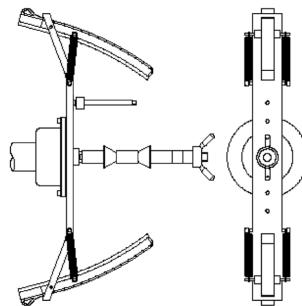

Abbildung F4.3 Platzieren Sie den Auswuchtklotz zur Kalibrierung auf der Innenseite der Klemmen (Stufe Cal3)
- 10) Die Maschine zeigt nach der Umdrehung **cal-h12** an. Platzieren Sie den Auswuchtklotz zur Kalibrierung in der mit "CAL" markierten Loch an der Außenseite ein wie in Abbildung F4.3.
- 11) Stellen Sie die Klemmen mit dem Auswuchtklotz zur Kalibrierung oben auf die Senkrechte wie Abbildung F4.3 ein. Drücken Sie die